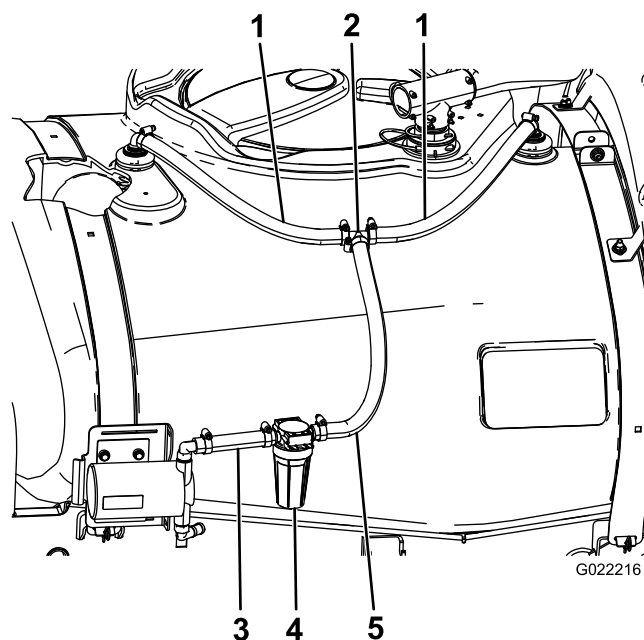

Figure 10
1. Au moyen de 2 colliers, fixez le flexible de 48 cm à la cannelure de la buse de rinçage (Figure 10).
- Fixez les extrémités libres des flexibles au raccord en T au moyen de 2 colliers (Figure 10).
- Fixez le côté long du flexible du filtre de rinçage au raccord en T au moyen d'un collier (Figure 10).
- Fixez l'autre extrémité du flexible du filtre de rinçage à la cannelure supérieure de la pompe de rinçage au moyen d'un collier (Figure 10).